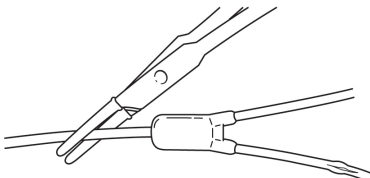

Fig. 10
1. Bereiten Sie den Bereich vor. Klemmen Sie den Katheter mit einer gummigepolsterten Klemme distal des Y-Stücks fest ab (Fig. 10).